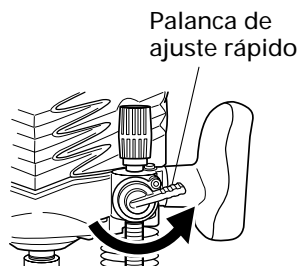
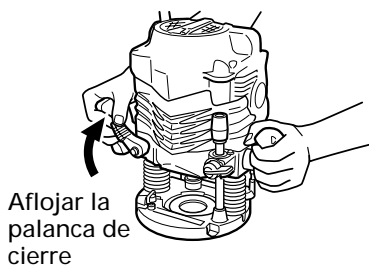

Fig. 4
Fig. 5
- (1) Coloque la herramienta sobre una superficie de madera plana.
- (2) Gire la palanca de ajuste rápido en sentido contrario a las agujas del reloj hasta que se detenga la palanca de ajuste rápido. (Fig. 4)
- (3) Gire el bloque del dispositivo de ajuste de tal forma que la sección a la que no está fijado el tornillo de ajuste de la profundidad de corte en un bloque del dispositivo de ajuste toque el fondo del polo del dispositivo de ajuste. Suelte la perilla de cierre del polo de tal forma que el polo del dispositivo de ajuste entre en contacto con el bloque del dispositivo de ajuste.
- (4) Afloje la palanca de cierre y presione el cuerpo de la herramienta hasta que la broca toque la superficie plana. Apriete la palanca de cierre en este punto. (Fig. 5)
- (5) Apriete la perilla de cierre del polo. Alinee el indicador de profundidad con la graduación "0" de la escala.
- (6) Afloje la perilla de cierre del polo y súbala hasta que el indicador se alinee con la graduación que indica la profundidad de corte deseada. Apriete la perilla de cierre del polo.
- (7) Afloje la palanca de cierre y presione el cuerpo de la herramienta hacia abajo hasta que el bloque del dispositivo de ajuste alcance la profundidad de corte deseada.